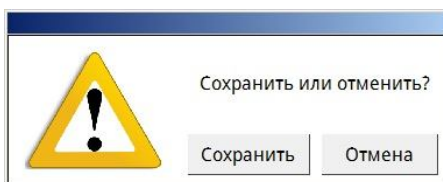

Рисунок 26 – Вид окна подтверждения
11.13 При нажатии на кнопку «Отмена» можно отменить создание нового объекта (рисунок 26). Для подтверждения операции нажмите «Отмена». Для сохранения нового объекта нажмите на кнопку «Сохранить».